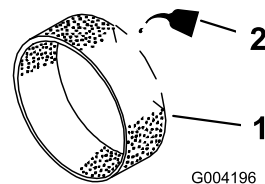

Figura 14
3. Applicare 29,6 o 59,1 ml d'olio sul prefiltro (Figura 14).